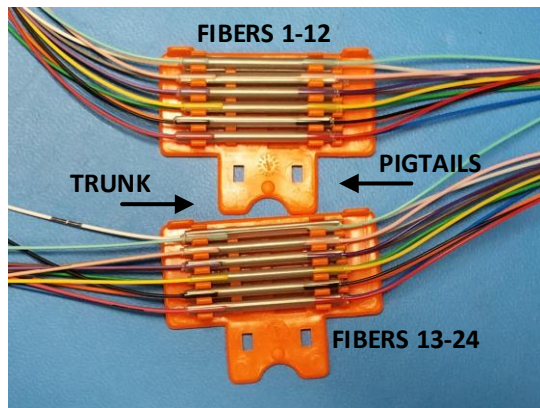

Figure 8
4.2 Selon le nombre de fibres, les insérer dans le support de raccordement de la manière illustrée à la **figure 8**.